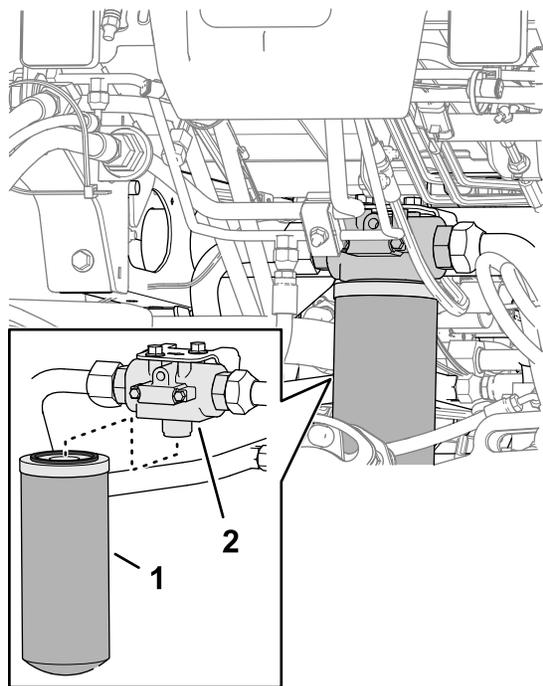

Figura 148
2. Nella parte anteriore della macchina, allineate una bacinella di spurgo sotto il filtro di ritorno (Figura 148).